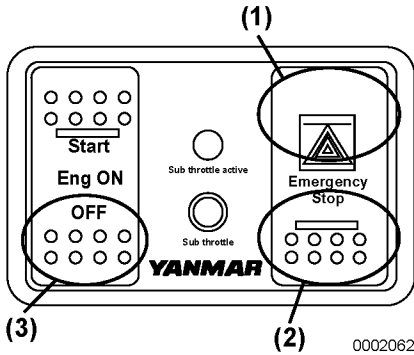

Figure 6
3. Appuyez sur la position OFF (partie inférieure) du commutateur Eng ON (**Figure 6, (3)**). Normalement, le moteur s'éteint dans les 2 à 7 secondes qui suivent. L'arrêt normal du moteur est plus long car la commande est réglée selon le calage de l'injection de gazole à la position la plus appropriée pour le prochain démarrage.
Appuyez sur la partie supérieure du bouton d'arrêt d'urgence (Figure 6, (1)) à droite du panneau et le moteur s'éteint aussitôt sans le décalage d'un arrêt normal du moteur.
Après l'arrêt, appuyez sur la partie inférieure du bouton d'arrêt d'urgence (Figure 6, (2)) pour revenir à sa position précédente.
REMARQUE: Utilisez ce commutateur en cas d'urgence seulement. Dans des circonstances normales, utilisez le commutateur OFF, Eng ON, Start (Figure 6, (3)) pour arrêter le moteur.